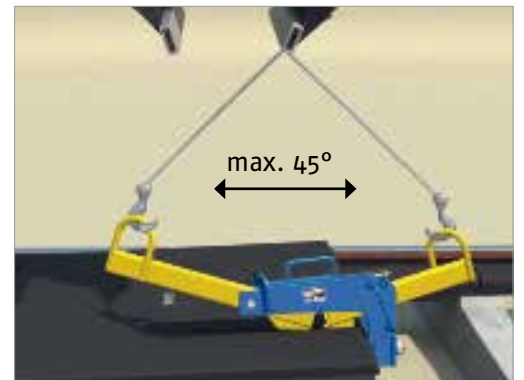

Figure 2
- L'angle d'inclinaison maximal des brins de chaîne ne doit pas dépasser 45° (voir figure 2).